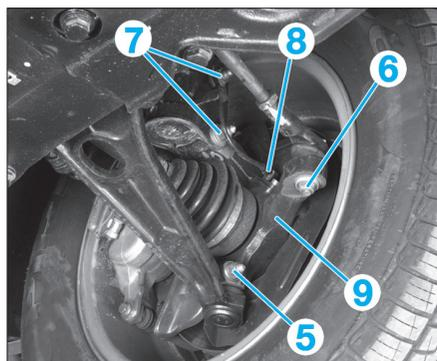

Fig. 8
- Déposer le boulon de bridage (5) (Fig.8).